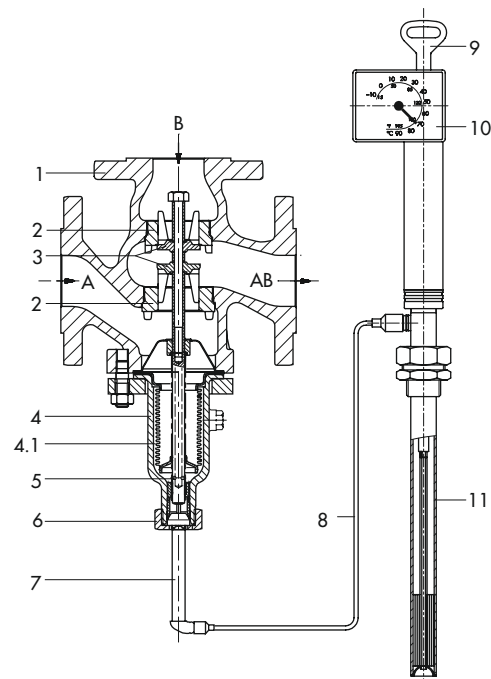
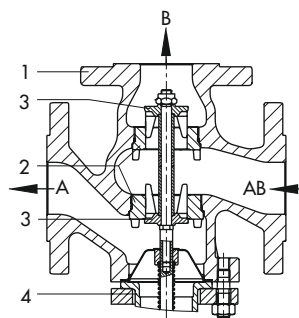

Bild 3: Temperaturregler mit Dreivegeventil Typ 9 (DN 50) und Regelthermostat Typ 2231, Dreivegeventil mit Kegelanordnung I, Pfeilrichtungen für Mischbetrieb
Bild 4: Dreivegeventil Typ 9 mit Kegelanordnung II, Pfeilrichtungen für Verteilbetrieb
Wirkungsweise (vgl. Bild 3 und Bild 4)
Bei Mischventilen (vgl. Bild 3 mit Kegelanordnung I) werden die zu mischenden Medien bei A und B zugeführt. Der Gesamtstrom fließt bei AB ab. Der Durchfluss von A oder B nach AB ist von der freigegebenen Fläche zwischen den Sitzen (2) und den Kegeln (3) und damit von der Stellung der Kegelstange (5) abhängig. Bei steigender Temperatur wird Anschluss A geöffnet und Anschluss B geschlossen.
Bei Verteilventilen wird dagegen das Medium bei AB zugeführt und die Teilströme fließen bei A oder B ab. Der Durchfluss von AB nach A oder B ist von der Stellung der Kegelstange abhängig. Verteilventile weisen die Kegelanordnung II (vgl. Bild 4) auf. Dabei wird bei steigender Temperatur Anschluss A geschlossen und Anschluss B geöffnet.